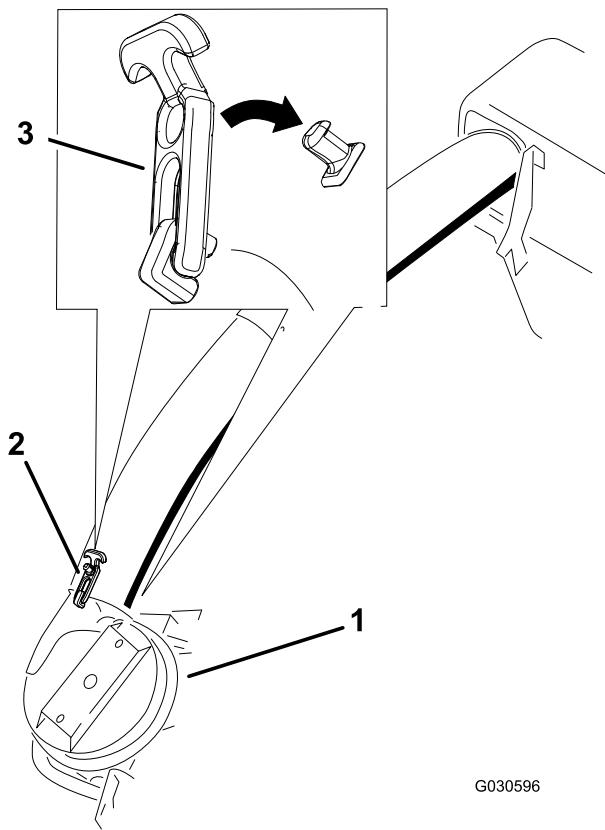
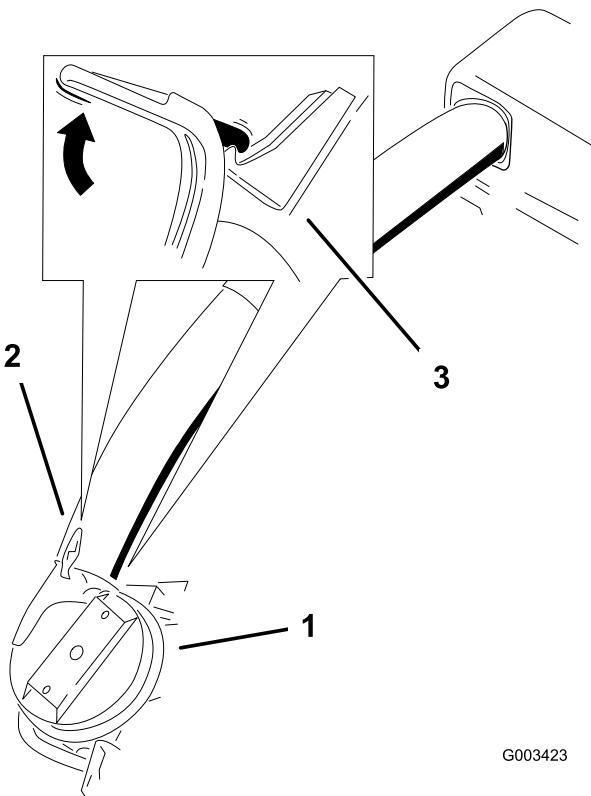

Figure 25
Figure 26
8. Glissez le tube inférieur sur l'adaptateur et verrouillez-les ensemble (Figure 25 ou Figure 26).